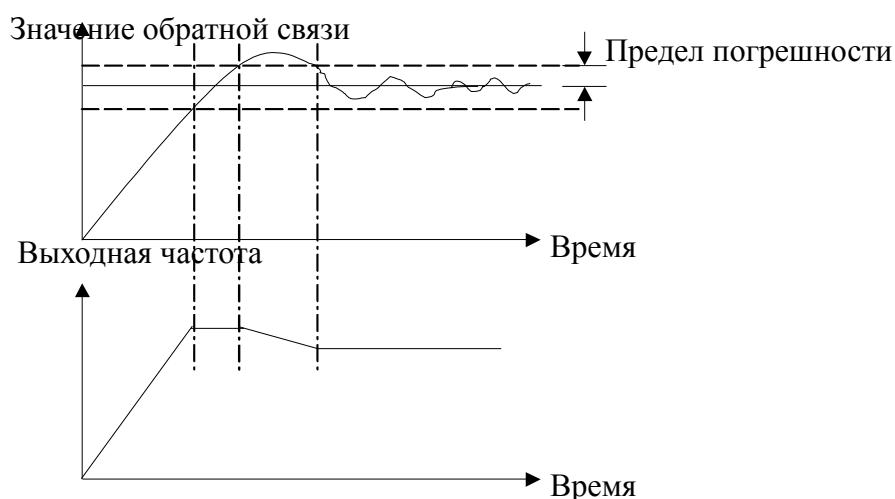

Рис. 6-42. Предельная погрешность
- На рис. 6-42 0-100% на оси X соответствует аналоговому входу -10-10В; 10 В аналогового входа соответствует 100%, а -10В соответствует 0%, 6В соответствует 80%.
Этим параметром определяется максимальное отклонение выходных значений от образцовых, как показано на рис. 6-42. Регулятор замкнутого контура прекращает работу, когда значение обратной связи попадает в этот диапазон. Корректная установка данного параметра позволяет увеличить выходную точность и стабильность системы.